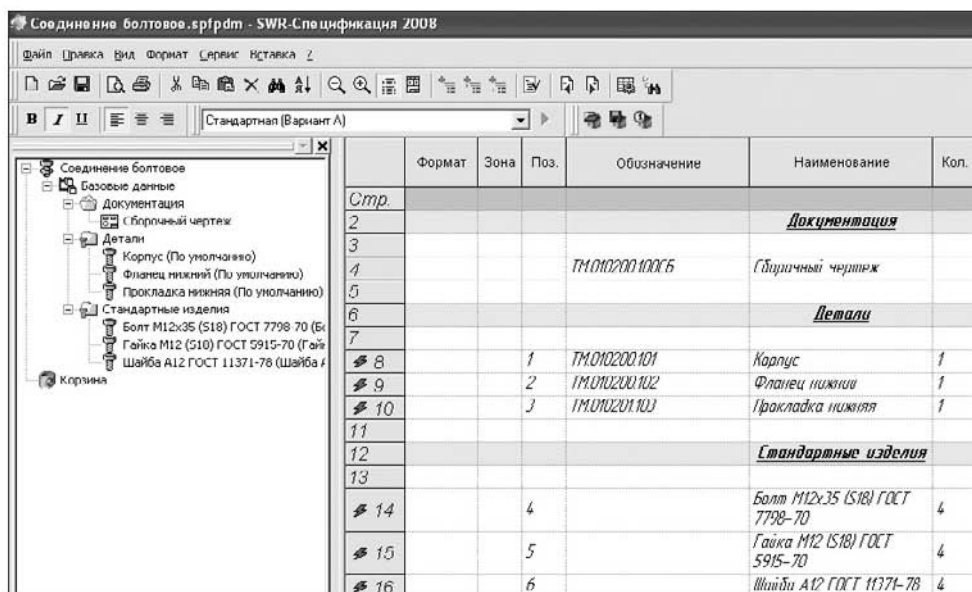

Рис. 6.14. Окно программы SWR-спецификация
3. Выберите **SWR-SP** ▶ **Передать данные в спецификацию**. Откроется окно программы SWR-спецификация и появится таблица новой спецификации (рис. 6.14).